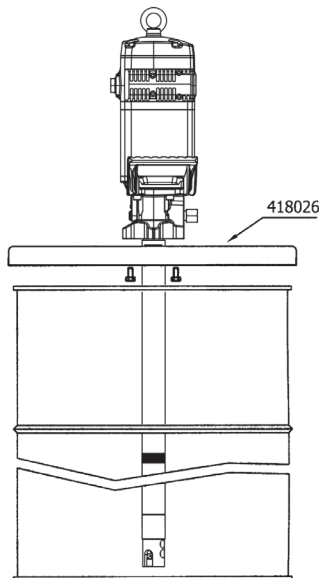

Fig. 2
- **a.** Montagem com tampa reforçada (418026 para tambor de 185 kg e 418025 para tambor de 50 kg). Inserir a bomba através da tampa e fixá-la com os parafusos fechados. Inserir a bomba através da abertura do bujão e fixar firmemente a tampa ao tambor (ver Fig. 2).